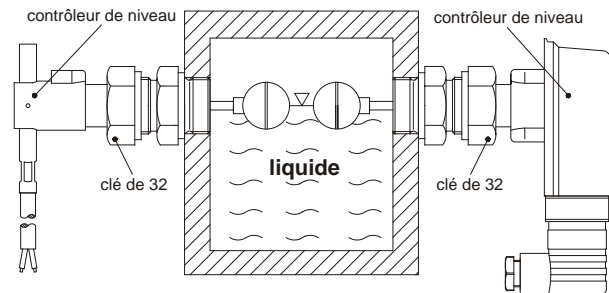

Fig. 3
- ↪ Monter le contrôleur de niveau selon la fig. 3.